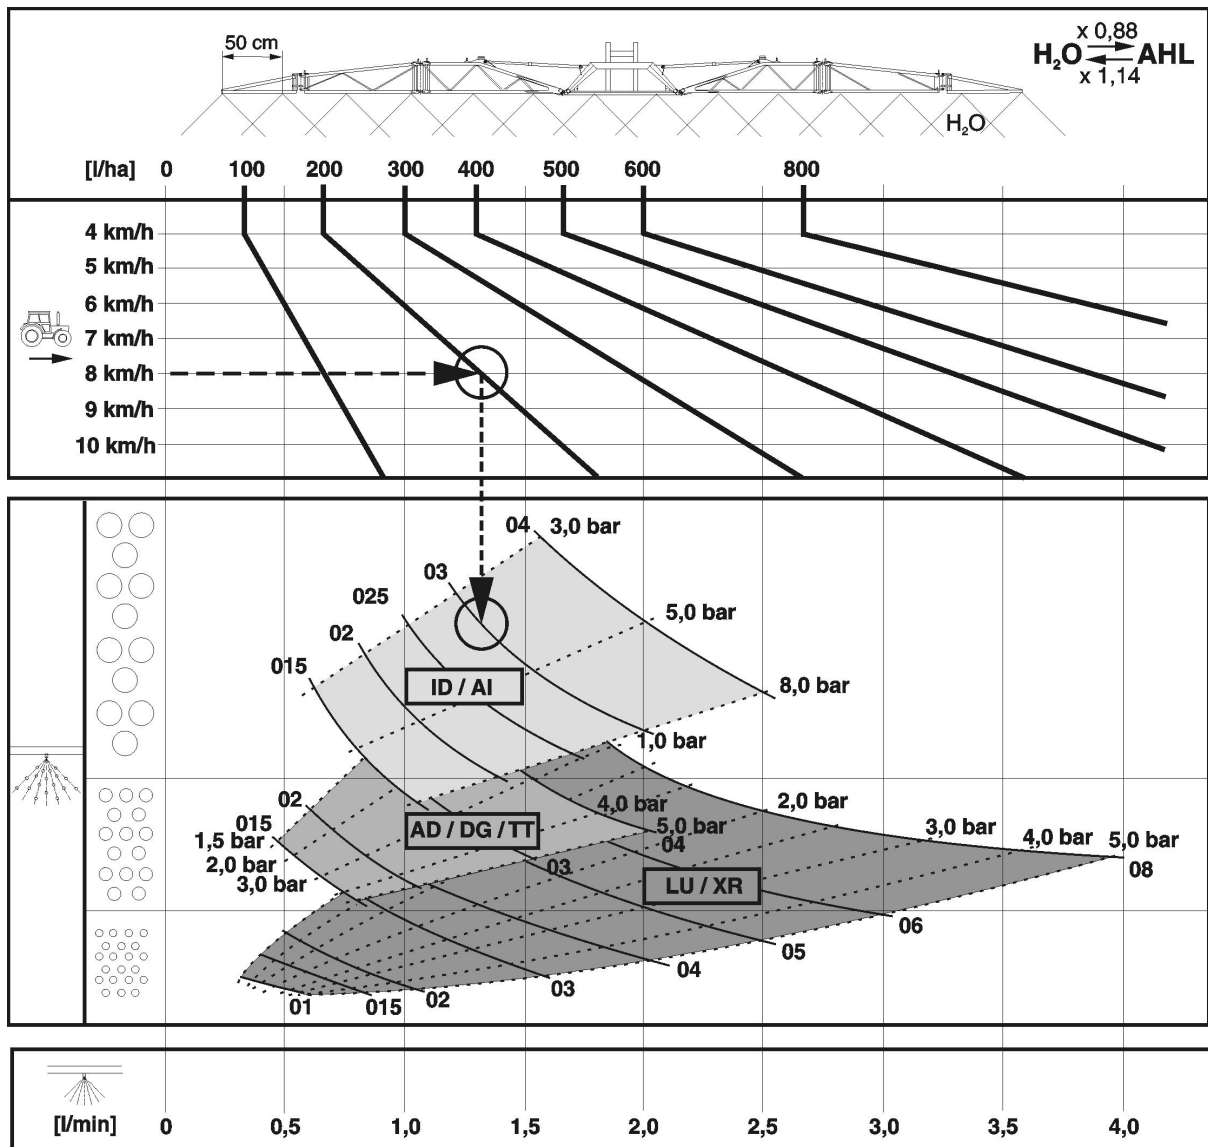

Fig. 169
- Die **Fig. 169** dient zur Auswahl des geeigneten Düsentyps. Der Düsentyp wird bestimmt durch